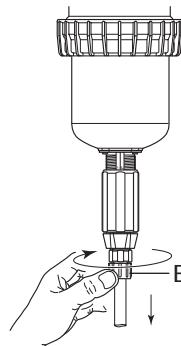
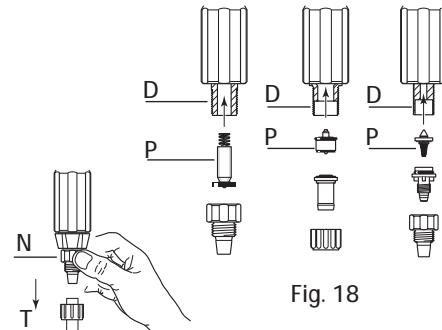

Fig. 16
Fig. 17
- Svitare il dado (Fig. 16-E) e rimuovere il tubo di aspirazione (Fig. 17-T).
- Svitare e rimuovere il dado (Fig. 17-N).
- Tirare verso il basso per rimuovere l'insieme della valvola di aspirazione (Fig. 17).